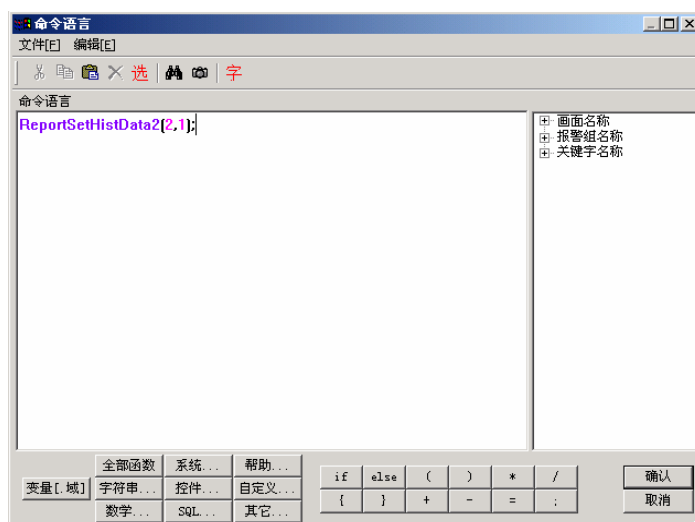

图 8-18
2、在按钮的弹起事件中输入如下命令语言，如图 8-18 所示：